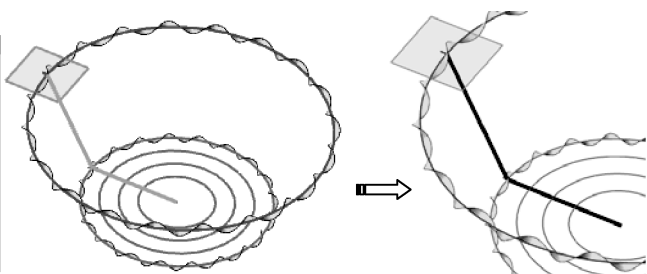

图 5-110 创建管道
- 10 在【曲面】组【更多】命令库中单击【管道】按钮 ，打开【管道】对话框。输入横截面【外径】为 1.5，然后选择单条曲线创建管道，如图 5-110 所示。